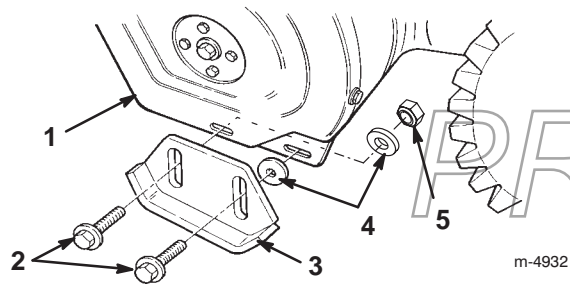

Figure 17
3. Enlevez les deux boulons à embase et rondelles plates qui fixent chaque extrémité de la lame racluse aux plaques latérales (Fig. 17).
5. Introduisez une rondelle **entre chaque patin et plaque latérale** (Fig. 17). Ne serrez pas les boulons.
7. Introduisez une rondelle et un contre-écrou **derrière (à l'intérieur de) la plaque latérale** (Fig. 17). Ne serrez pas les boulons.